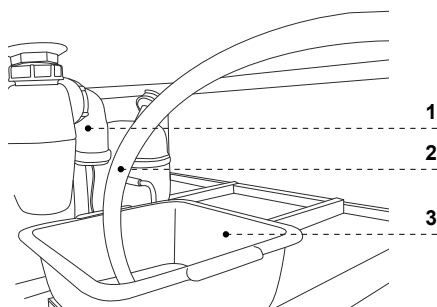
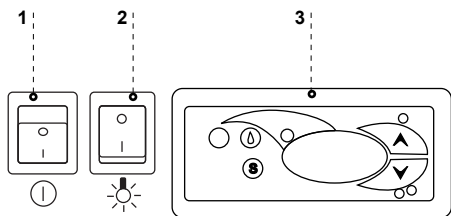

Рис.9 Слив (версия с испарительной установкой)
Рис.8 Контейнер для конденсата (версия без испарительной установки)
9. Подложить контейнер для конденсата на подставке оборудования под сифоном согласно Рис.8/3 (стр.46) или Рис.9/3 (стр.46)
Если оборудование не оснащено автоматическим испарением конденсата следует удалять конденсат из контейнера по мере его наполнения Рис.8 (стр.46). Количество (частота) удаления конденсата зависит от условий эксплуатации оборудования (в частности от влажности воздуха, частоты открывания дверок, количества и температуры вкладываемых продуктов).